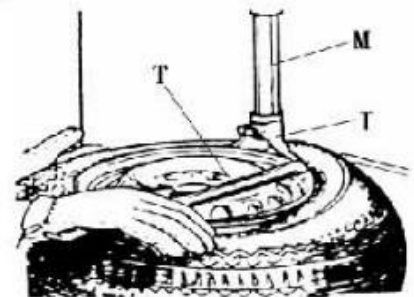

Fig 6
Abaissez le bras vertical (M) jusqu'à ce que la tête de montage (I) repose à côté du bord de la jante, tournez la poignée de verrouillage pour verrouiller le bras vertical et le bras pivotant en position. Ajustez également le culbuteur pour que la tête montage s'élève automatiquement de 2 mm à 3 mm à partir du bord de la jante. Insérez le levier de levage (T) entre le talon du pneu et la section avant de la tête de montage (I), et déplacez le pneu au-dessus de la tête de montage comme illustré à la Fig 6.